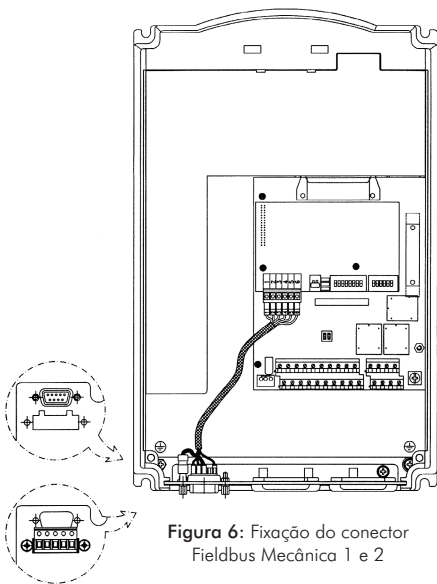

Figura 6: Fixação do conector Fieldbus Mecânica 1 e 2
- Passo 1** Fixe o conector Fieldbus ao gabinete do inversor utilizando o cabo de 150 mm (figura 6);